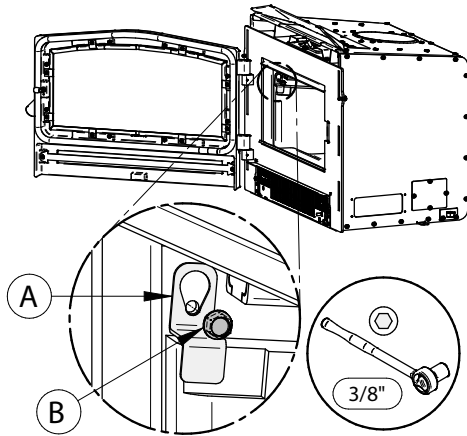

Figure 12: Remove stone supports
- Dévisser les deux supports **(B)** des pierres réfractaires de côtés. Les pierres peuvent ensuite être retirées dans l'ordre présenté dans la figure 12.